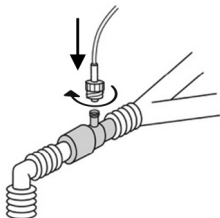

Figura 1
2. Conectați adaptorul pentru căile respiratorii la capătul proximal al circuitului respirator, între tubul endotraheal și porțiunea Y a ventilatorului cu adaptorul pentru căile respiratorii orientat în sus, așa cum se indică în Figura 1.